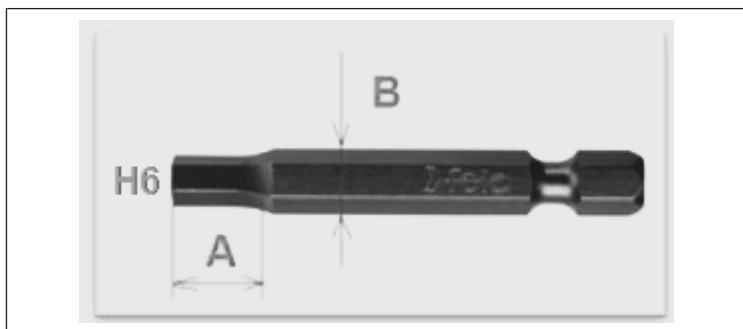

Fig. 5: Llave de hexágono interior H6
- Para racores con tamaño de rosca 1/8" para mangueras de 8 mm de diámetro: 1x llave de hexágono interior H6 de longitud A > 14 mm, si B = 6,35 mm (1/4"), véase → Fig. 5